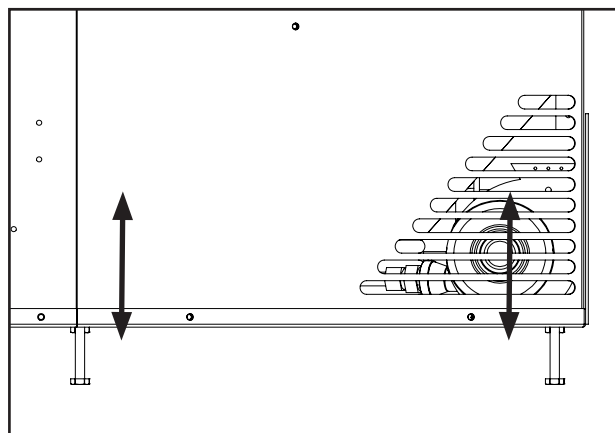

Figure 36: Pieds mise à niveau
15. Réglez les jambes pour vous assurer que l'appareil est de niveau et assez haut si un plateau de base et/ou la carte de montage doit être installé. Il y a quatre pieds de mise à niveau sur le fond du boîtier (voir Figure 36).